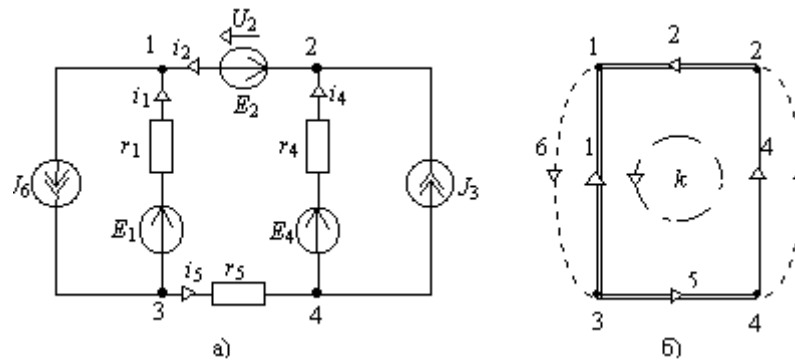

Рис. 2.3
2.2. Составить уравнения равновесия цепи (схема на рис. 2.3,а).
Исследуемая цепь включает шесть ветвей ( $N_B = 6$ ), из них две ветви содержат источники тока  $J_3$  и  $J_6$  ( $N_J = 2$ ). На топологическом графе эти ветви изображены пунктирными линиями (рис. 2.3,б), их ориентация совпадает с направлением тока в ветви. Остальные ветви цепи относятся к ветвям первого типа, на графе они представлены сплошными линиями-ветвями 1, 2, 4 и 5. Для ветвей 1, 4 и 5 ориентация ветвей графа выбирается произвольной и согласуется с условным положительным направлением токов и напряжений для соответствующих ветвей схемы. Вторая ветвь является вырожденной, содержащей только источник ЭДС  $E_2$ , ориентация этой ветви графа согласуется с направлением напряжения этого источника – против действия его ЭДС. Выбрав в качестве ветвей "дерева" графа ветви 1, 2 и 5 ( $N_D = 3$ ) и выделив их двойными линиями, завершаем построение графа цепи. Узлы обозначаем: 1, 2, 3 и 4; их на единицу больше числа ветвей "дерева": ( $N_Y = 4$ ).
2.4. Составить компонентные уравнения для ветвей схемы на рис. 2.3,а.
3.2. В электрической цепи рис. 2.3,а определить все токи и напряжения ветвей, полагая:  $E_1 = 1[\text{В}]$ ;  $E_2 = 5[\text{В}]$ ;  $E_4 = 9[\text{В}]$ ;  $J_3 = 3[\text{А}]$ ;  $J_6 = 6[\text{А}]$ ;  $r_1 = 1[\text{Ом}]$ ;  $r_4 = 2[\text{Ом}]$ ;  $r_5 = 3[\text{Ом}]$ .